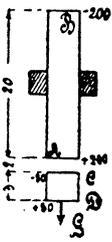

Fig. 46.
127. Ein Stabmagnet von 20 [30] (40) cm Länge, dessen Enden je 200 [800] (1000) (c, g, s) Einheiten magnetischer, entgegengesetzter Mengen enthalten, ist in vertikaler Lage festgeklemmt. In derselben Vertikalen wird ein Magnet von 3 [4] (5) cm Länge, dessen Enden die magnetischen Mengen  $\pm 80$  [100] (200) (c, g, s) besitzen, in einem Abstand von 2 [1,5] (0,8) cm schwebend erhalten. Wie groß ist das Gewicht des unteren Magneten? (Fig. 46.)